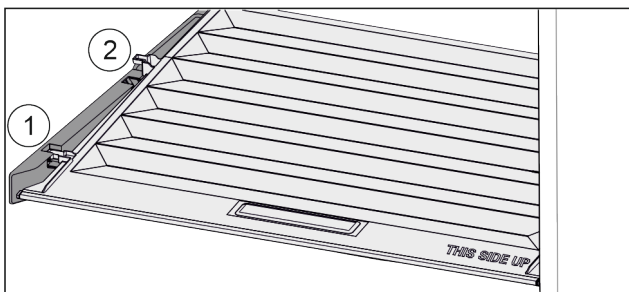

Fig. 34
- ▶ Deksel tot de opening in de vasthouddelen naar voren trekken Fig. 34 (1).
- ▶ Aan de achterkant vanaf de onderkant omhoog tillen en vanaf de bovenkant verwijderen Fig. 34 (2).